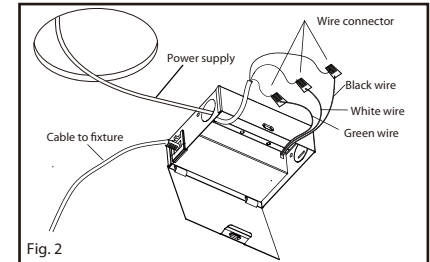

Fig. 2
2. Open the hardwire box swing cover and remove the appropriate knockout, insert a NM connector (for strain relief) in the knockout (not included). Insert the electrical supply cable through the connector/knockout. Use the wirenuts to connect the white wire from the supply wire with the white wire of the junction box. Match the black wire from the supply wire with the black wire of the junction box. Match the copper wire from the supply wire and with the green wire of the junction box. (Fig. 2)
2. Ouvrez le couvercle pivotant de la boîte câblée et retirez le trou approprié, insérez le câble d'alimentation électrique à travers le trou (non fournis). Utilisez les marettes pour jumeler le fil blanc du secteur avec le fil blanc de la boîte de jonction. Jumeler le fil noir du secteur avec le fil noir de la boîte de jonction. Jumeler le fil de cuivre du secteur avec le fil vert de la boîte de jonction. (Fig. 2)